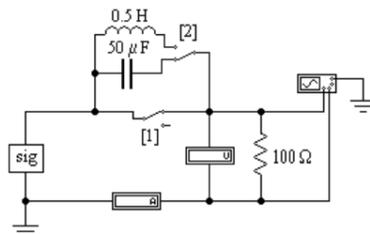

Рис. 11.1
Электрическая цепь, схема которой показана на рис. 11.1, питается от источника несинусоидального периодического напряжения, представленного подсхемой **sig**. На зажимы осциллографа подается напряжение с сопротивления 100 Ом. Поэтому при замкнутом ключе K_1 на экране осциллографа можно наблюдать кривую этого напряжения. При разомкнутом же ключе K_1 на экране осциллографа можно увидеть кривую тока в цепи с конденсатором или катушкой индуктивности в зависимости от положения ключа K_2 .
7. Почему при увеличении активного сопротивления (рис. 11.1) в цепи с емкостью форма кривой тока становится менее искаженной?
1. Открыть файл LW 11, извлечь из поля компонентов **Favorites** подсхему **sig** с номером своего варианта, а из поля КИП (**Instruments**) – осциллограф (**Oscilloscop**). Собрать остальную часть схемы, показанной на рис. 11.1.